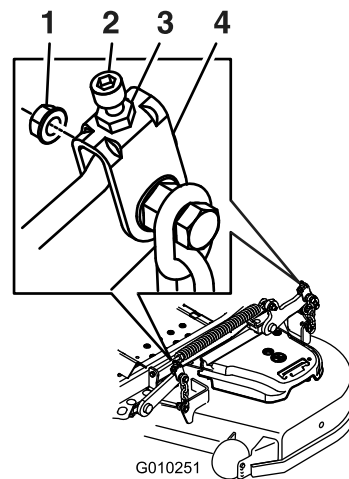

Figura 93
parte superior. Gire el tornillo de ajuste hasta obtener una altura de 7.6 cm (3") (Figura 93).
16. Gire el tornillo de ajuste hasta obtener una altura de 8.3 cm (3 1/4") (Figura 93).